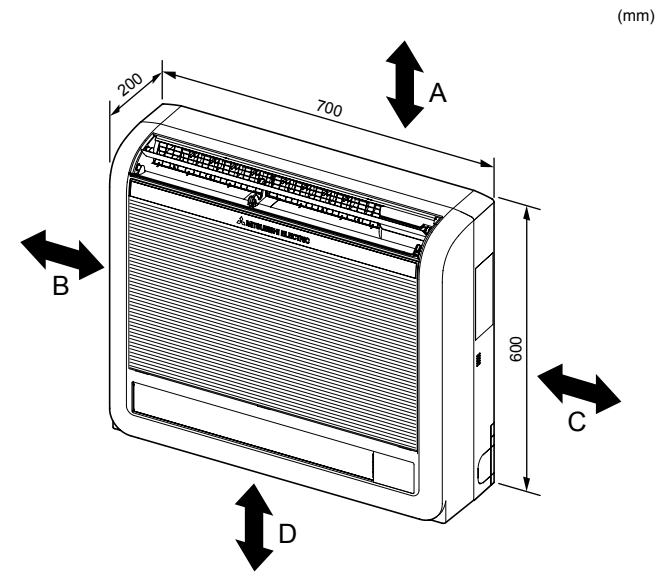

Fig. 2-1
①	Afvoerslang	1
②	Pijpafdekking	1
③	Band	2
④	Montagebeugel voor binnenunit	1
⑤	Bevestigingsschroef voor ④ 4 × 25 mm	5
⑥	Houtschroef voor bevestiging van de binnenunit	4
⑦	Ring van ⑥	4
⑧	Vilttape (voor de pijpen links of linksachter)	1
⑨	MA-afstandsbedieningskabel	1
2.1. Buitenafmetingen (Binnenapparaat) (Fig. 2-1)